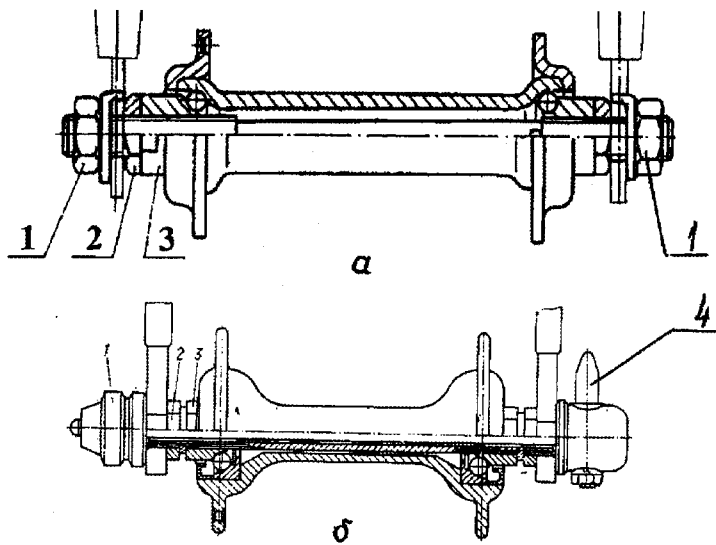

Рис. 6. Втулка переднего колеса: а. - без эксцентрика, б. - с эксцентриком
При проверке правильности установки переднего колеса необходимо убедиться, что зазор между шиной колеса и трубами передней вилки приблизительно одинаков. Если это условие не соблюдается, необходимо отпустить гайки 1 и установив правильно колесо, затянуть их (рис. 6а) или отпустить гайку 1, установить эксцентрик 4, как показано на рис. 6б, обеспечивая затяжку колеса.
**Внимание!** при монтаже колёс с эксцентриком (рис. 6б), при нажатии на рычаг быстросъёмного механизма в полуоткрытом положении Вы должны почувствовать сопротивление. Не используйте рычаг быстросъёмного соединения для затяжки соединения.